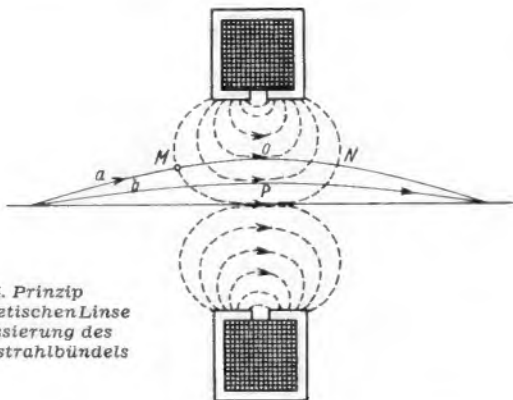

Bild 14. Prinzip einer magnetischen Linse zur Fokussierung des Elektronenstrahlbündels
Durch eine besondere Einrichtung muß dafür gesorgt werden, daß das aus dem Strahlerzeugungssystem austretende, divergierende Strahlenbündel wieder zusammengebeugt wird, so daß auf dem Leuchtschirm ein möglichst kleiner (scharfer) Leuchtfleck entsteht. In der Bildröhre z. B. benutzt man hierfür sehr oft eine magnetische Fokussierung (Bild 14).
d) Aus a) erklärt sich schließlich die in Bild 14 gezeichnete Krümmung der Bahnkurve wie folgt: Das Elektron erhält eine senkrecht zur Zeichenebene gerichtete Bewegungskomponente  $v_t$ . Im Punkt O verläuft das Magnetfeld axial (parallel zur Röhrenachse). Aus  $v_t$  dem Magnetfeld zusammen mit der rechten Hand-Regel ergibt sich eine ablenkende Kraft mit radialer Richtung, also auf die Röhrenachse zu.
(Die in Bild 14 gezeichneten Bahnkurven sind nur als idealisierte, auf die Zeichenebene projizierte Kurven anzusehen.)
Bild 14 zeigt die Ausführung einer elektromagnetischen Linse. Sie besteht aus einer Spule, um die ein Mantel aus Weicheisen, mit Schlitz (Luftspalt) auf der Innenseite, angebracht ist.